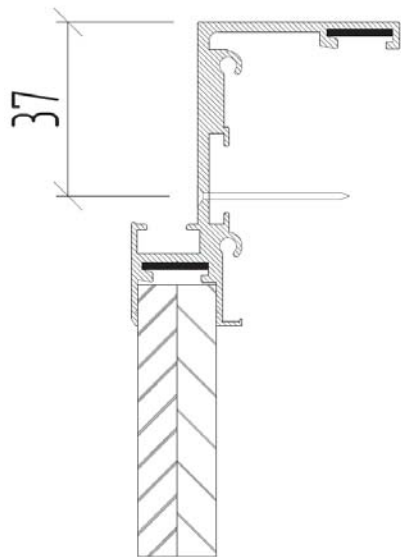

РИС. 5
**2.2.** Прикрутить внутреннюю раму к проему. Данный элемент скрывается под уплотнителем. Крепеж устанавливать согласно рис. 5